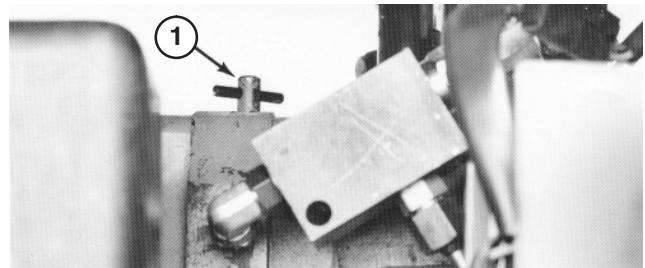

**Bild 15**
- Senken Sie den Überrollbügel auf den Rahmen ab und fluchten Sie die Befestigungslöcher aus, siehe Bild 15.
- Befestigen Sie den Überrollbügel mit vier Schrauben (3/4 x 5-1/2 Zoll), Sicherungsscheiben und Muttern am Rahmen (Bild 15). Ziehen Sie sie fest.